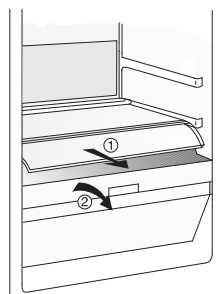

Abb. 2
2. Das Fach herausnehmen (siehe **Abb. 2**).
- Wenn der Gefrierraum mit dem Rost ausgestattet ist, sollten die einzufrierenden Lebensmittel wie in **Abb. 1** gezeigt, in den Gefrierraum gelegt werden; anderenfalls legen Sie sie wie in **Abb. 2** gezeigt hinein.